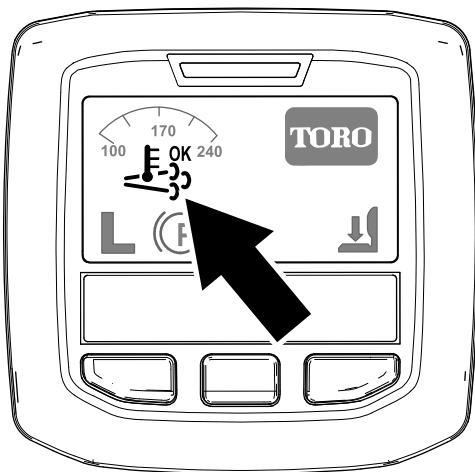

Figure 38
- L'icône de régénération assistée/réinitialisée s'affiche dans l'InfoCenter (Figure 38).